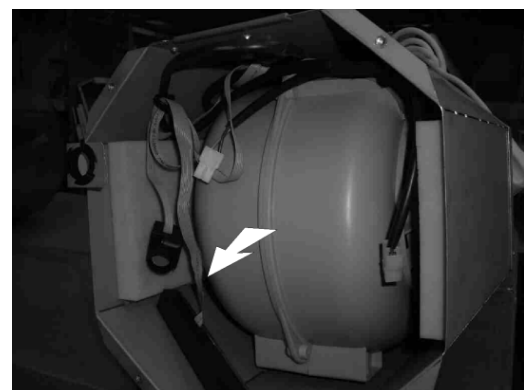

Abb. 13
10. Die Anschlüsse (Abb. 13) ausstecken und den Motorblock herausnehmen.